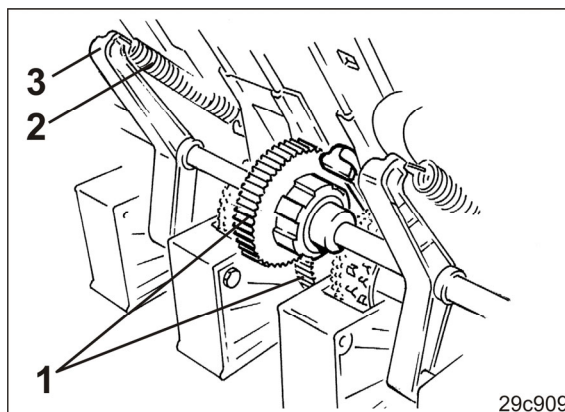

Рис. 245
8. Приведіть в зачеплення зуби (Рис. 245/1) муфти проміжного вала і циліндричного зубчастого колеса висівального вала.
9. Причепіть натяжні пружини (Рис. 245/2) до поворотних опор (Рис. 245/3).